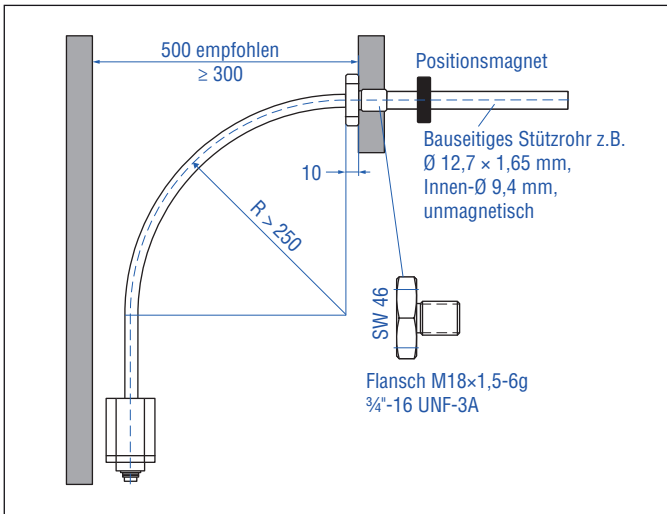

Abb. 14: Abstände für die Montage und Handhabung
3. Halten Sie bei der Montage/Demontage des Sensors einen Mindestabstand von 300 mm zu einer räumlichen Begrenzung ein. Der empfohlene Abstand beträgt 500 mm (Abb. 14).